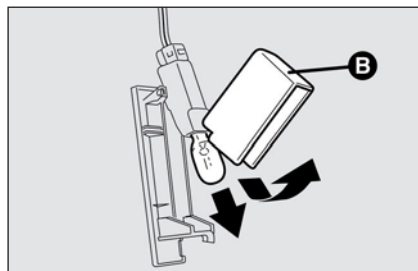

fig. 42
- aprire la protezione **B**-fig. 42 e sostituire la lampada inserita a pressione;
- richiudere la protezione **B**-fig. 42 sul trasparente;